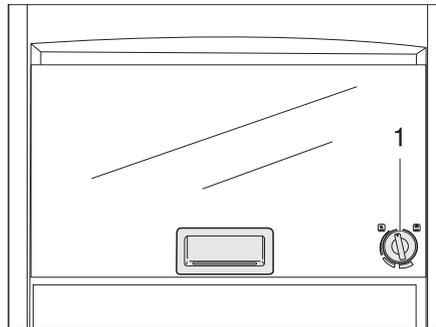

Bild 230 Gasbackofen (Dometic)
- Den Drehregler (Bild 230,1) leicht drücken und nach links auf eine beliebige Position drehen.
- Den Drehregler (Bild 230,1) auf "O" drehen. Die Flamme erlischt.